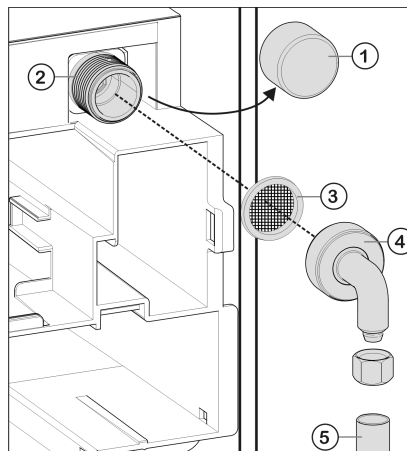

Fig. 25
- ▶ Retirer le capuchon *Fig. 25 (1)* de l'électrovanne *Fig. 25 (2)*.
- ▶ S'assurer que le joint *Fig. 25 (3)* est inséré dans le coude *Fig. 25 (4)*.
- ▶ Raccorder le coude *Fig. 25 (4)* à l'électrovanne *Fig. 25 (2)* et bien serrer à l'aide d'une clé plate par exemple.
- ▶ Raccorder la ligne domestique *Fig. 25 (5)* (cuivre par ex.) au coude *Fig. 25 (4)*.